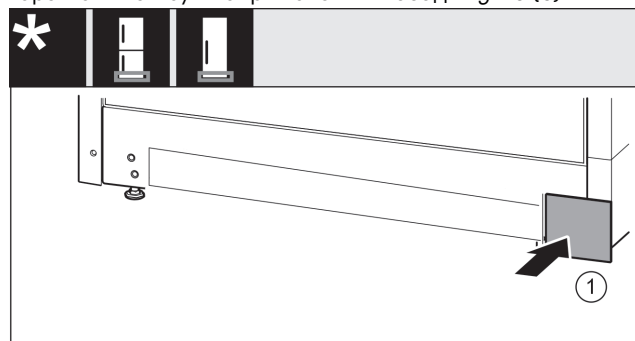

Fig. 16
- ▶ Знову одягнути кришку з іншого боку. Fig. 16 (1)